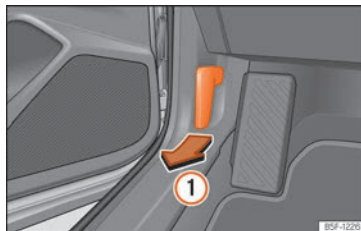

Fig. 207 Palanca de desbloqueo en el espacio reposapiés del conductor.
- Abra la puerta y tire de la palanca que hay debajo del tablero de instrumentos » » » **fig. 207 ①**.